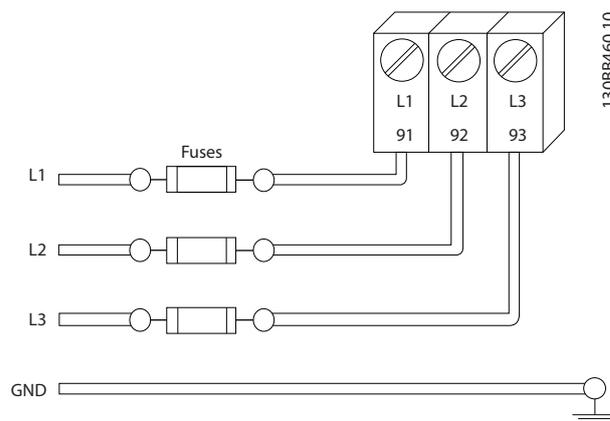

Abbildung 2.7 Frequenzumrichter Sicherungen
- Alle Frequenzumrichter müssen mit Kurzschluss- und Überlastschutz versehen werden. Dieser Schutz wird durch Sicherungen am Eingang gewährleistet, siehe *Abbildung 2.7*. Wenn die Sicherungen nicht ab Werk geliefert werden, müssen sie vom Installateur als Teil der Installation bereitgestellt werden. 10.3 Sicherungstabellen zeigt die maximalen Nennwerte der Sicherungen.